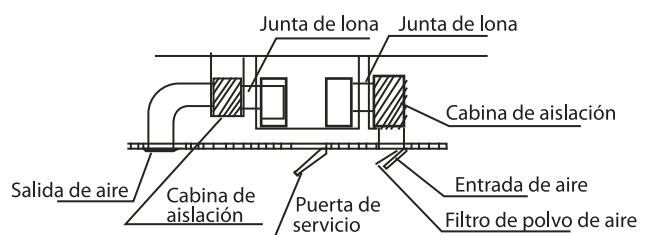

Fig. 5.20
- Conecte el conducto como se indica en la Fig.5.20